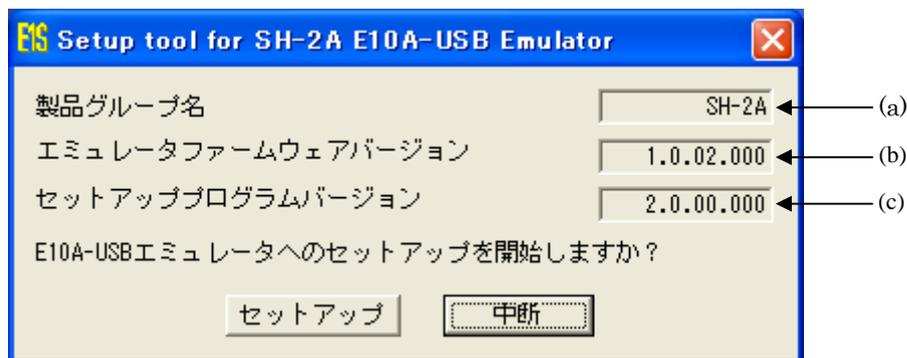

図3.2.9 E10A-USBエミュレータ用セットアップツール
③ "セットアップ"ボタンを押してください (図3.2.9)。以下のダイアログボックスが表示されます。